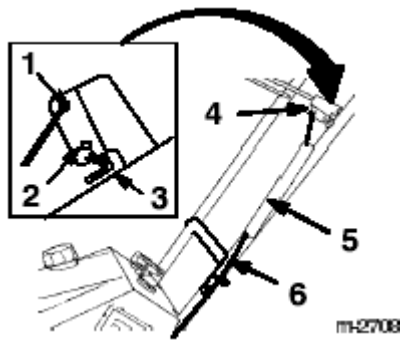

图10
- 1、将控制线穿过左侧的控制线导环。（图10）
- 4、滑弹簧罩于弹簧和控制线细节器上，推弹簧末端穿过弹簧罩末端孔。（图10）
- 6、插控制线松的一端于控制杆顶端的孔。如图10所示。
- 9、确保控制杆和扶手间有一个1/16到1/8英寸（1.6到3.2mm）的间隙，参见图10，调节间隙的方法，参见“保养”中“调节控制杆”部分。